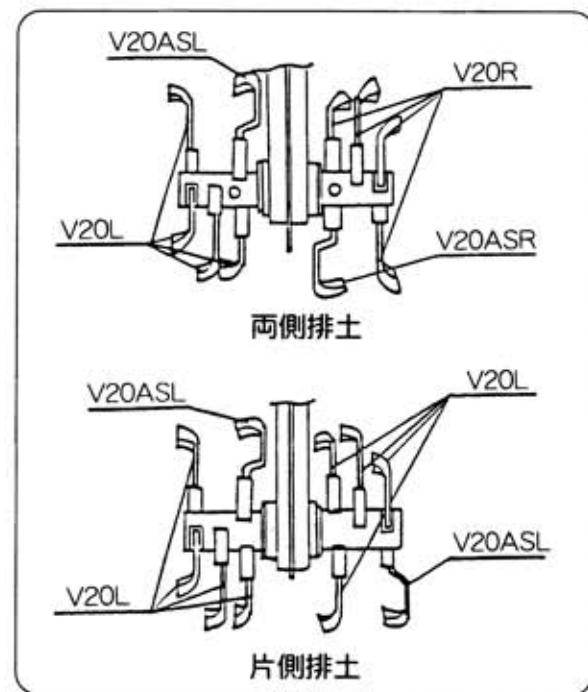

図53
(7) 溝堀セット30 (図53)
耕うん刃の取付けは図53のようにセットしてください。